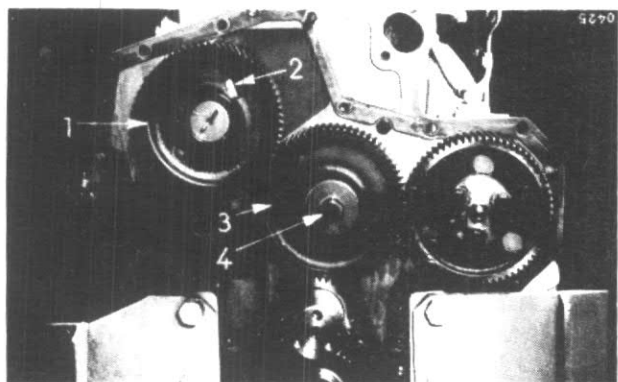

Figure 12
Vérifiez le jeu entre-dents, le jeu diamétral et le jeu axial du pignon fou (3) fig. 12, avant de l'enlever.